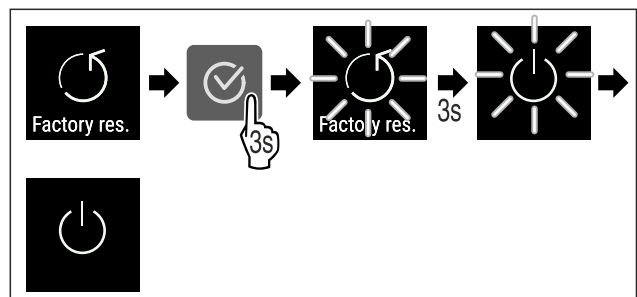

Fig. 113
- ▶ Выполните шаги действия (см. Fig. 113).